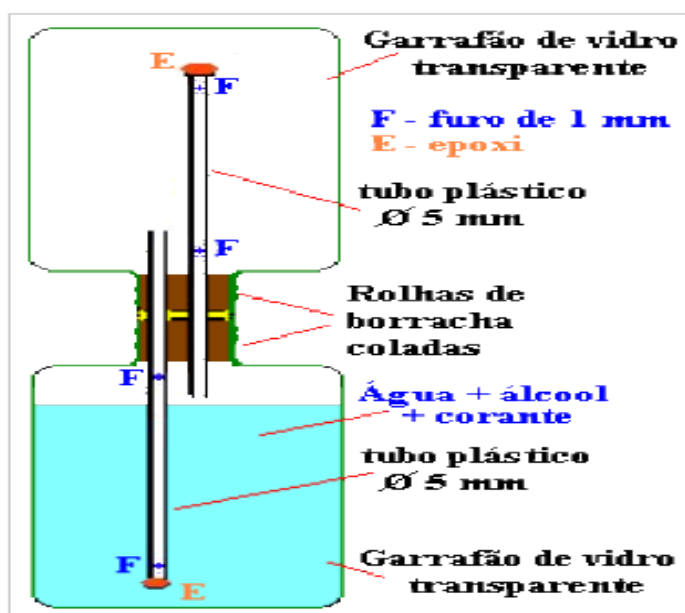

Figura 5 : Montagem da Fonte de Heron utilizando Garraão de Vidro
Na **Figura 5** temos uma montagem estanque (nada se comunica com a atmosfera). Os tubos de plástico devem ter uma de suas extremidades (E) vedadas com massa epoxi (durepoxi). Em cada tubo, nas posições indicadas, devem ser feitos furos (F) de diâmetro 1 mm. O líquido é uma mistura de água e álcool (20 ml de álcool para cada litro de água) com algum corante orgânico. Para reiniciar o funcionamento basta girar todo o sistema.